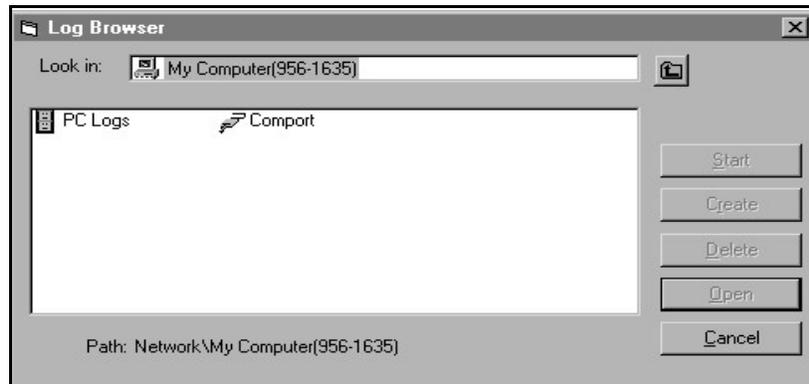

Figure 15: sélection du type de journal
2. Cliquez deux fois sur le *nom de l'ordinateur* pour passer à la boîte de dialogue illustrée *Figure 15*.